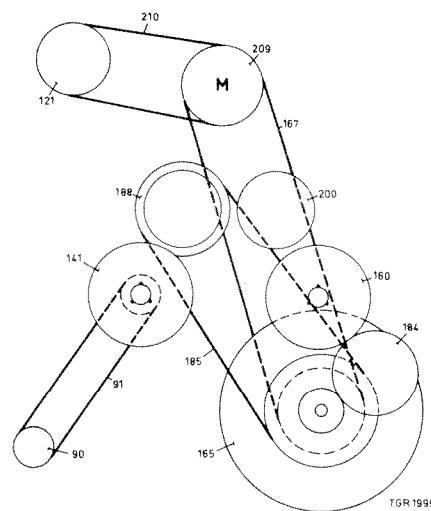

Fig. 7
Het mechanische gedeelte (loopwerk) is voornamelijk samen-gebracht op klapchassis pos. 515. Het bestaat in hoofdzaak uit motor + poelie pos. 209, vlieg wiel pos. 165, rechter en linker spoelschotel pos. 160 en 141, en de drie tussenwielen pos. 184, 188, 200 (zie fig. 7).
Situatie in rusttoestand (zie fig. 7 en 8)